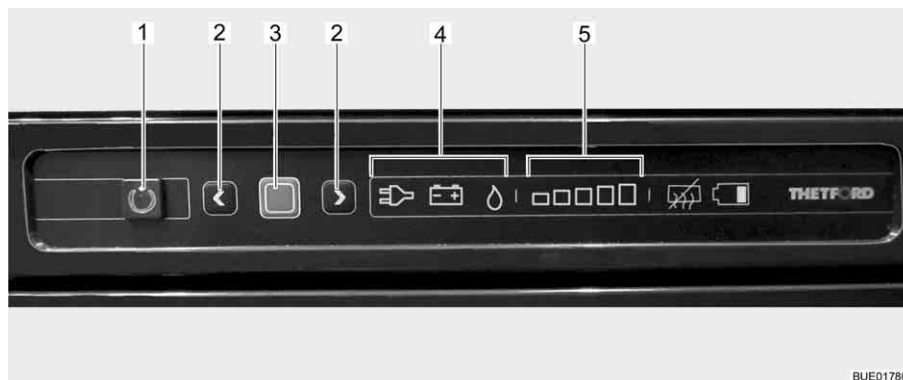

Fig. 196 Boutons de commande pour le réfrigérateur
Le mode de fonctionnement actuel est indiqué par un symbole éclairé (Fig. 196,4) sur l'unité de commande.
Lorsque le réfrigérateur est mis en marche, il choisit automatiquement la dernière température du thermostat sélectionnée. Ce réglage peut cependant être corrigé manuellement à l'aide des touches fléchées (Fig. 196,2). Les barres lumineuses de l'indicateur du degré de refroidissement (Fig. 196,5) indiquent le réglage sélectionné du thermostat. La température de réfrigération de tous les trois types d'énergie est réglée avec les touches fléchées. Il faudra attendre quelques heures jusqu'à ce que le réfrigérateur ait atteint sa température normale de réfrigération. Il garde toutefois son réglage de température lorsqu'on change d'un mode à un autre. La température de réfrigération est maintenue indépendamment du type d'énergie choisi.
- Appuyer sur la touche Marche/Arrêt (Fig. 196,1) pendant 1 seconde. La touche (Fig. 196,1) s'allume en vert. L'affichage devient plus sombre pour des raisons d'économie d'énergie au bout d'env. 10 secondes.
- Appuyer sur la touche de confirmation (Fig. 196,3). Le réglage actuel du mode de fonctionnement est affiché.
- Quand le mode de fonctionnement gaz n'est pas réglé : Pour changer le réglage, presser la touche de confirmation (Fig. 196,3) pendant env. 2 secondes.
- Choisir le régime au gaz avec les touches fléchées (Fig. 196,2). L'arrivée de gaz est ouverte. L'allumage s'effectue de manière automatique. Un tic-tac est distinctement perceptible jusqu'à ce que la procédure d'allumage soit effectuée avec succès.
- Appuyer sur la touche de confirmation (Fig. 196,3) pendant env. 2 secondes.
- Appuyer de nouveau sur la touche de confirmation (Fig. 196,3). Le degré actuel de refroidissement est indiqué par les barres lumineuses (Fig. 196,5).
- Pour changer le réglage, appuyer sur les touches fléchées (Fig. 196,2) jusqu'à ce que le réglage désiré soit affiché.
- Appuyer sur la touche Marche/Arrêt (Fig. 196,1) pendant env. 2 secondes. Toutes les lampes s'éteignent. Le réfrigérateur est coupé.
- Quand le régime 230 V n'est pas réglé : Pour changer le réglage, presser la touche de confirmation (Fig. 196,3) pendant env. 2 secondes.
- Choisir le régime 230 V avec les touches fléchées (Fig. 196,2).
- Quand le mode de fonctionnement 12 V n'est pas réglé : Pour changer le réglage, presser la touche de confirmation (Fig. 196,3) pendant env. 2 secondes.
- Choisir le régime 12 V avec les touches fléchées (Fig. 196,2).